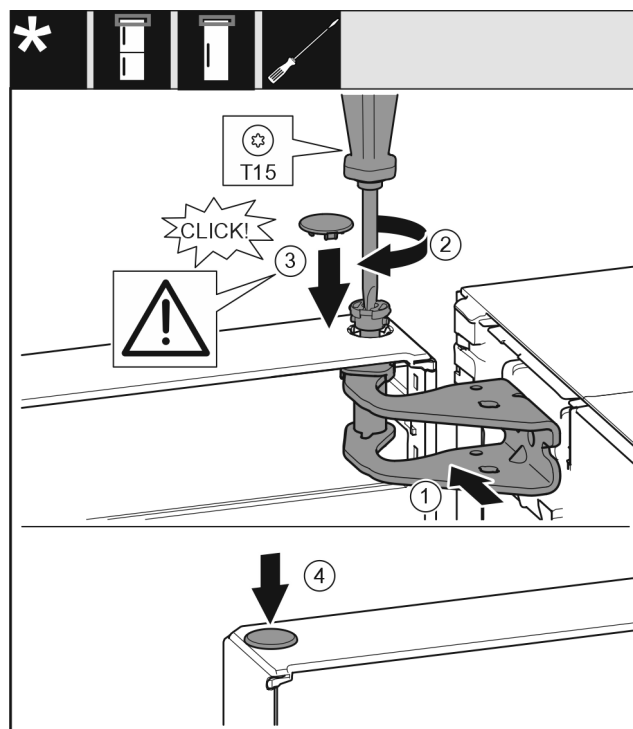

Fig. 23
- ▶ Orientar la parte superior de la puerta respecto a la apertura del soporte de apoyo Fig. 23 (1)
- ▶ Inserte el perno Fig. 23 (2) y apriételo con un destornillador.
- ▶ Monte la cubierta de seguridad Fig. 23 (3) para asegurar la puerta: Introduzca la cubierta de seguridad y compruebe que se apoya en la puerta. De lo contrario, inserte los pernos completamente.
► Inserte el tapón Fig. 23 (4).